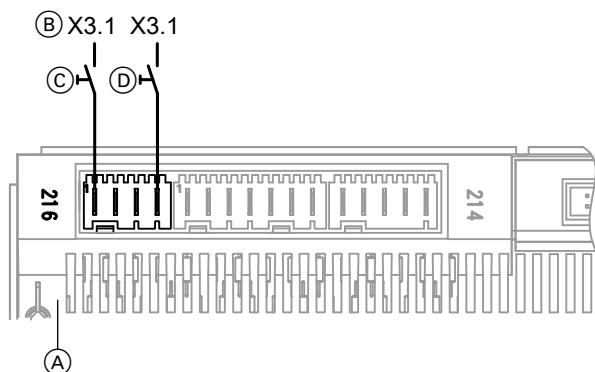

Abb. 49
- An der Wärmepumpenregelung gemäß Abb. 49